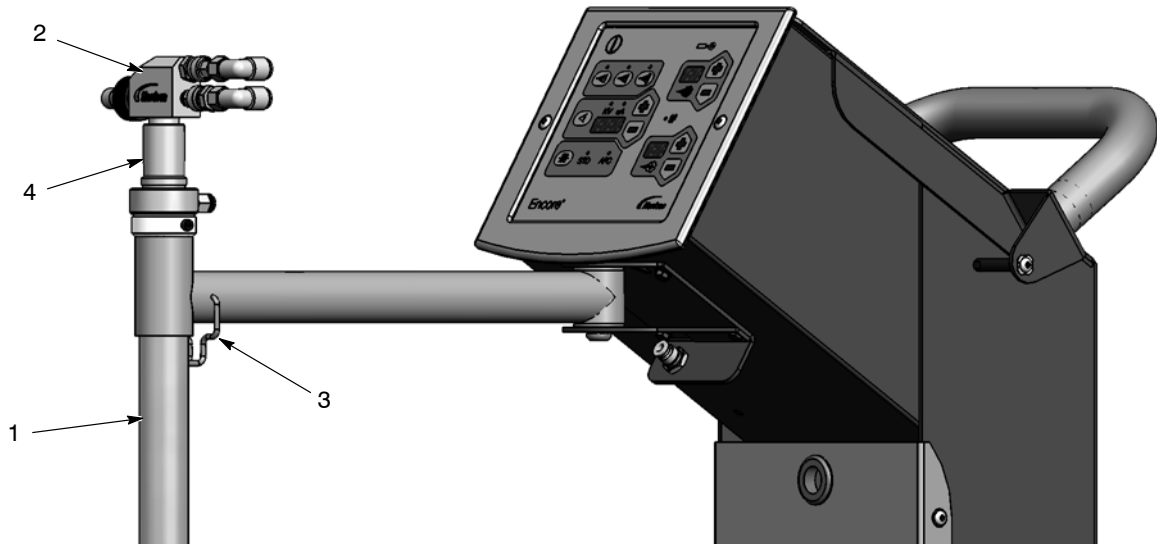

Bild 3-7 Installation av Encore LT pistol, sugrör och pump
4. Se bild 3-7. Fäll ut rörhållaren så att den är ur vägen och sätt i sugröret (1) i armen.
5. Installera pumpen (3) på pumpfästet (2) med en liten vridande rörelse.